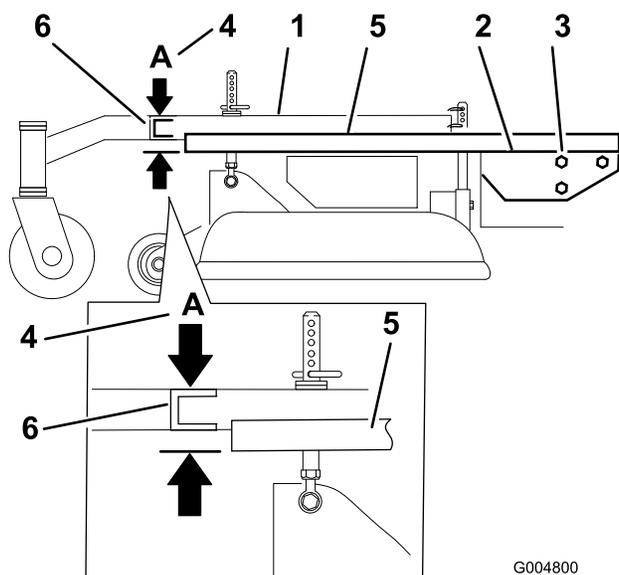

Figure 52
- Placez une longue planche, ou autre objet similaire parfaitement droit en haut du plancher moteur, comme illustré à la Figure 52.
- Au niveau du tube transversal du bâti porteur, mesurez la hauteur au point **A** (Figure 52). Elle doit être égale à  $33 \text{ mm} \pm 6 \text{ mm}$ .
- Desserrez les boulons de montage du bâti porteur de chaque côté de la machine (Figure 52).
- Alignez le bâti porteur et le plancher moteur à la même hauteur qu'au point **A**, c.-à-d.  $33 \text{ mm} \pm 6 \text{ mm}$  (Figure 52).